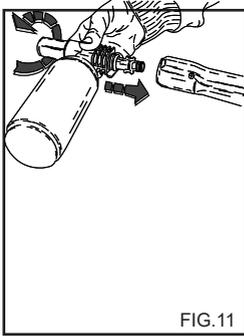

FIG. 11
- 2) Quitar la prolongación de la empuñadura e introducir el kit pulverizador de detergente (fig. 11), accionar la hidrolimpiadora y cubrir la superficie a lavar con un movimiento desde abajo hacia arriba.